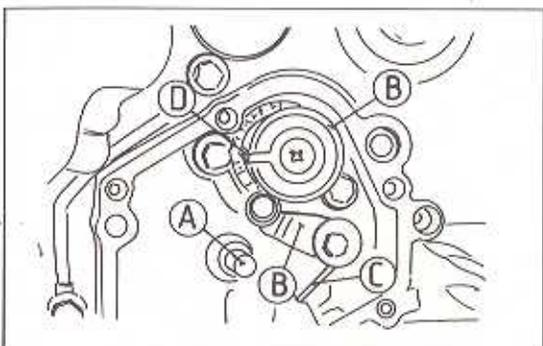

Bild 190
- Den Schaltwalzennocken auf Verschleiss untersuchen (Bild 190).